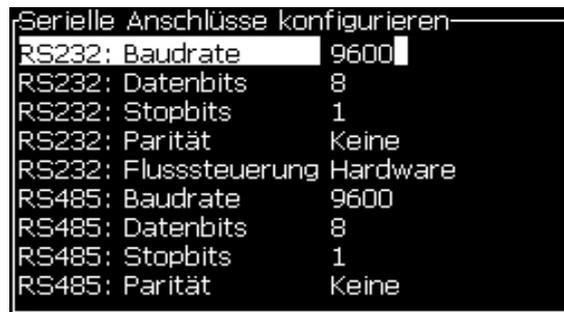

Abbildung 4-21: Dialogfeld Configure Serial Ports
- 2 Wählen Sie die Option *Serial Port Configuration* (Konfiguration serieller Port) und drücken Sie die Taste *Enter*. Das Dialogfeld *Configure Serial Ports* (Serielle Anschlüsse konfigurieren) erscheint (siehe Abbildung 4-21).